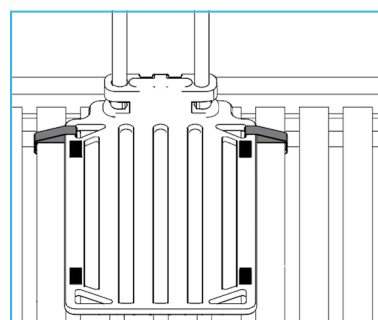

Abbildung 7
3.2g Wiederholen Sie den Vorgang für den zweiten Gurt an der Unterseite des Betthebelplatte (siehe Abb. 7).